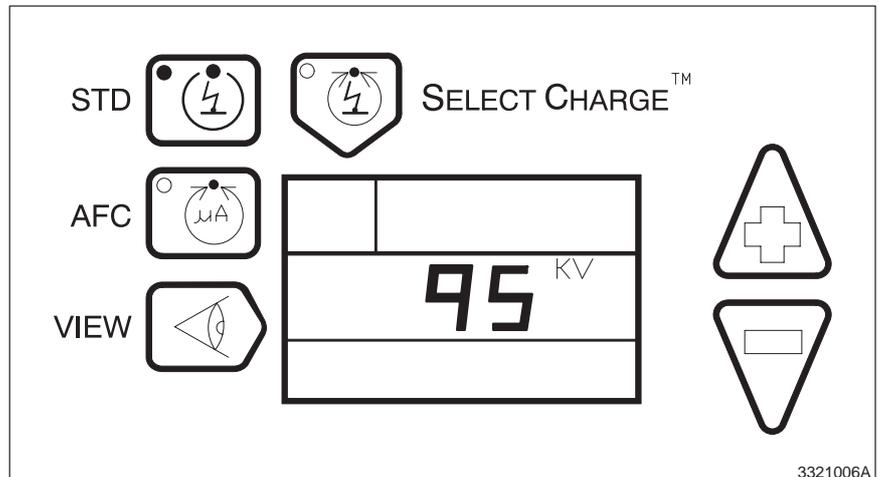

Abb. 4-1 Typische Anzeige in der Standardbetriebsart (STD), wenn die Sprühpistole nicht ausgelöst ist.
3. Siehe Abbildung 4-1. Hauptschalter des Steuergerätes an der Seitenwand einschalten. Auf der LCD-Tafel leuchten alle Symbole auf. Das System führt einen 20 s dauernden internen Test durch. Es wird die werksseitig eingestellte oder die zuletzt vom Benutzer eingestellte Betriebsart aktiviert. Es wird entweder der eingestellte kV-Wert oder μ A-Wert angezeigt.